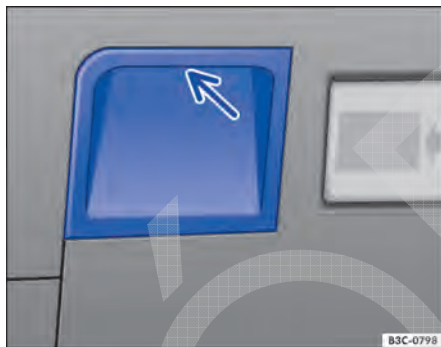

Fig. 38 Parte do revestimento interno da tampa traseira: rebaixo para puxar.
- Tocar um dos puxadores embutidos no revestimento interno da tampa traseira ⇒ Fig. 38 (seta).
- **OU:** puxar a tampa traseira com um dos rebalxos no revestimento interno ⇒ Fig. 38 (seta) para baixo até que a tampa traseira se feche automaticamente.